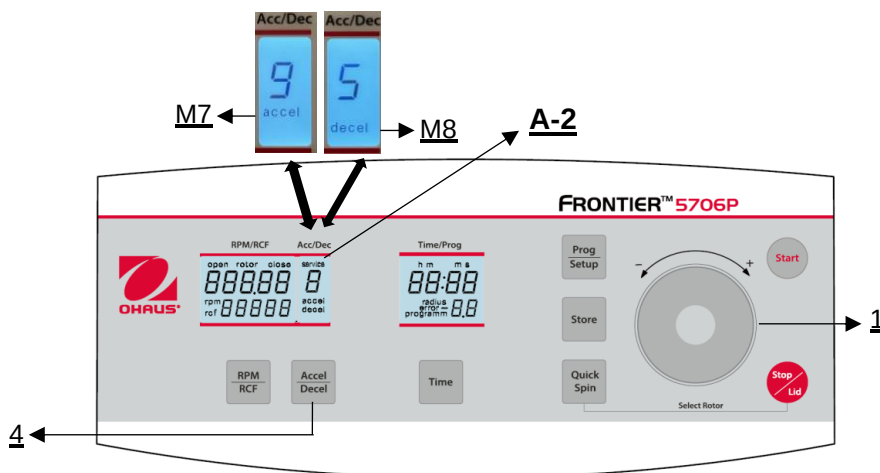

Figura 19
Esta función se activa mediante la tecla **"Acelerar/Decelerar"** (4) (véase la figura 19).